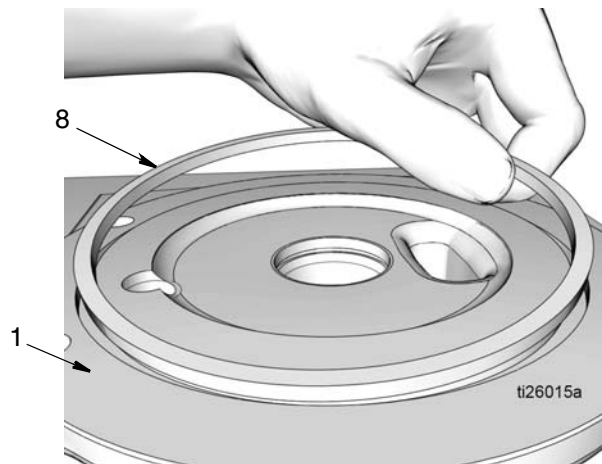

图 45
7. 在方 O 形圈 (8) 上抹上薄薄一层滑脂。将方 O 形圈 (8) 安装在泵底座 (1) 的沟槽中，如图 45。